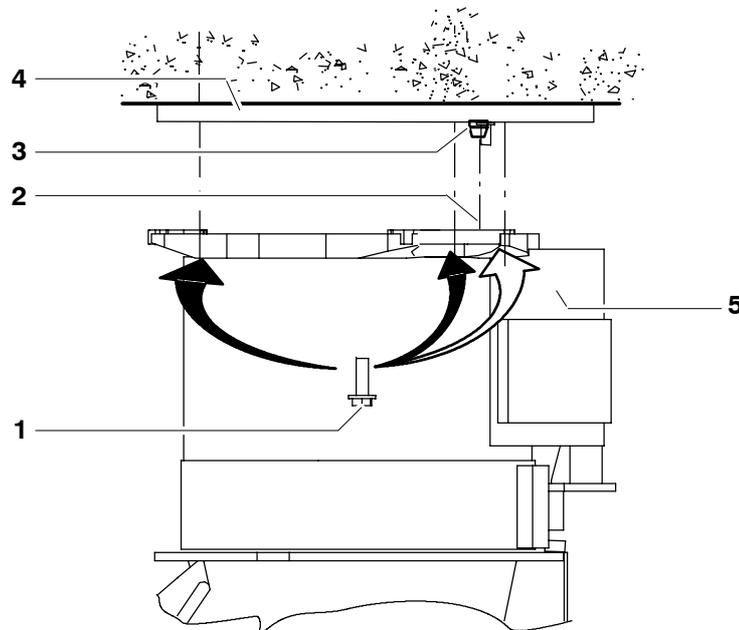

Fig. 62 Montage du manipulateur au plafond
- (3) Poser le manipulateur (Fig. 62/5) verticalement au plafond (4) ou à la construction en acier pour exclure un endommagement des boulons.